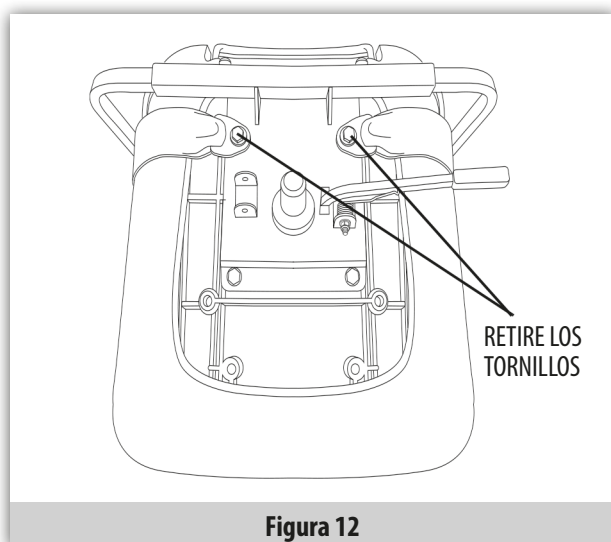

Figura 12
- Coloque el asiento boca abajo para poder ver la parte inferior de la base del asiento. (Figura 12).